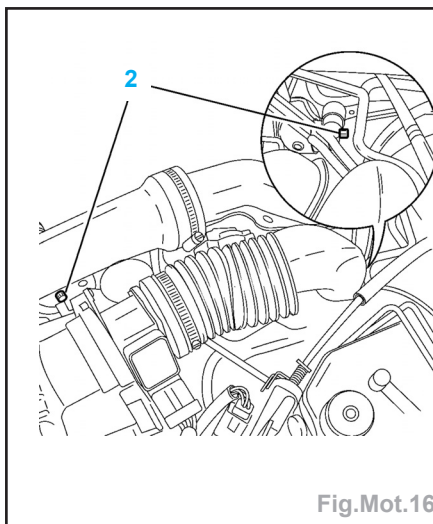
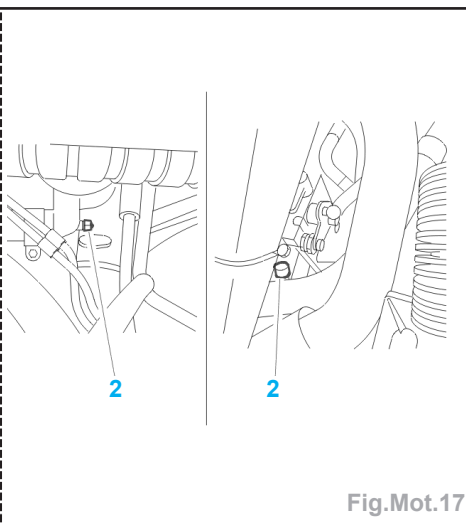

Fig.Mot.16
Fig.Mot.17
- Ouvrir les vis de purge (2) (moteur 2,0 HDI : (Fig.Mot.16) et moteur 2,2 HDI : (Fig.Mot.17)).